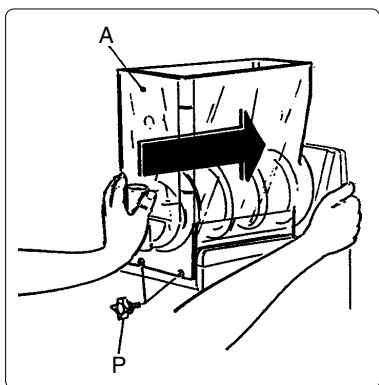

Fig. 17
- g) Rimontare la vasca (A) collocandola nella propria sede accertandosi che faccia esattamente tenuta con la propria guarnizione (vedi fig. 17) e rimontare i pomelli (P).